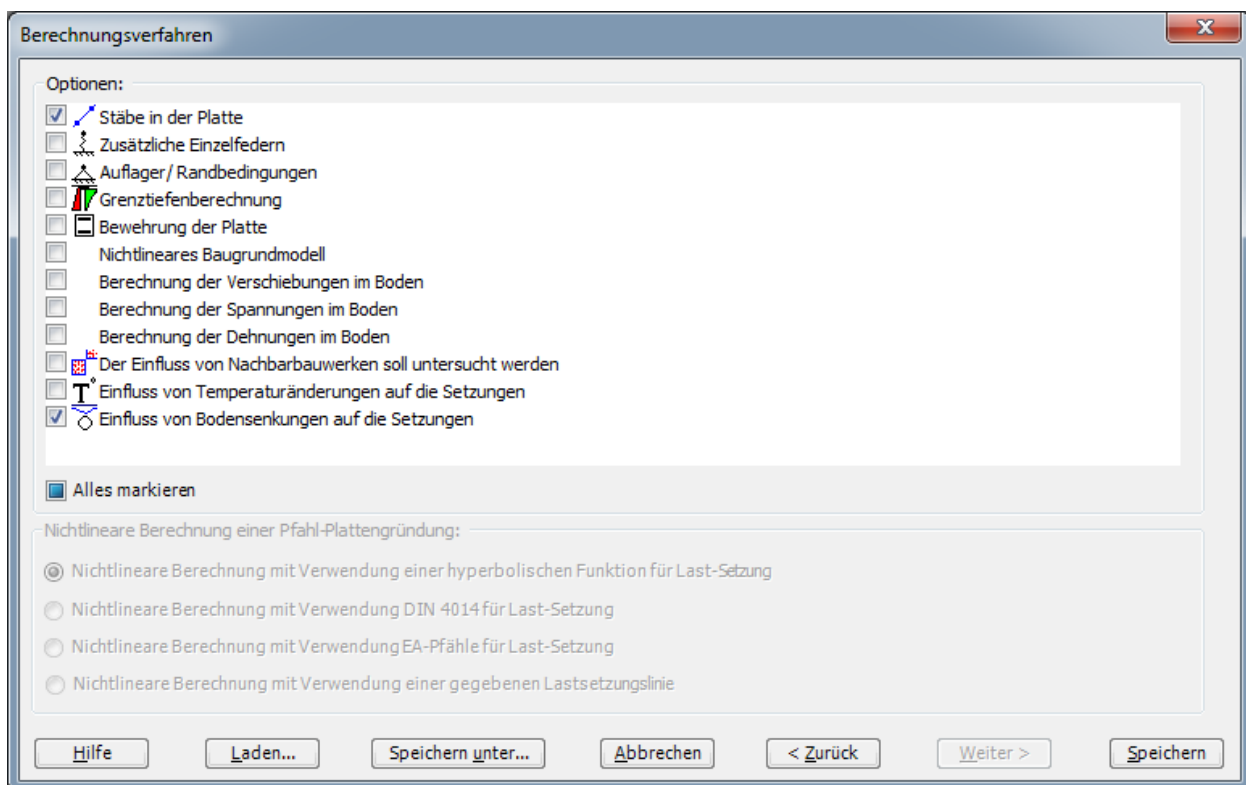

Bild 13.37 Optionsfeld "Optionen"
- Die letzte Form des Wizard-Assistenten enthält die "Option" Liste, Bild 13.37. In dieser Liste wählen Sie die Option "Einfluss von Bodensenkungen auf die Setzungen", dann klicken Sie auf "Speichern"